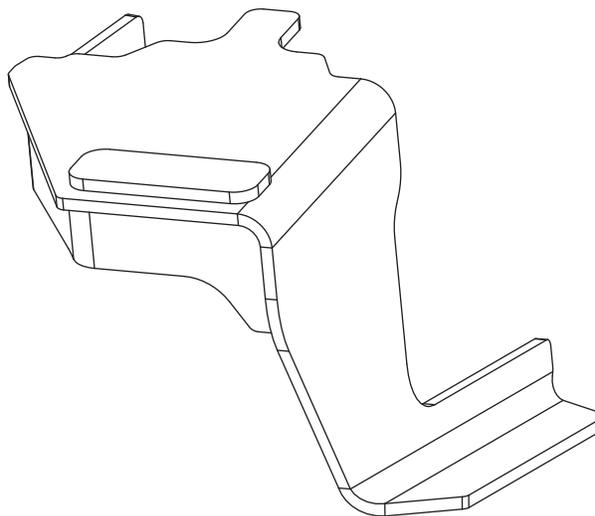

Figura 75. Extensiones de la viga trasera para modelos INTRAAX AANT 23K (SURELOK kit SLKT solamente)
- El Kit SLKT viene con extensiones de la viga soldables (figura 75), las cuales son requeridas para acomodar el SURELOK en los modelos INTRAAX AANT 23K de viga corta.